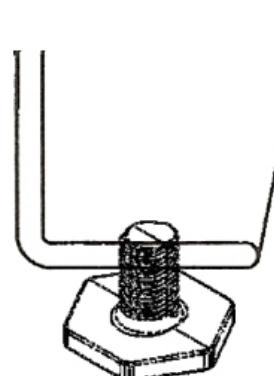

FIG. 3
3. Vissez manuellement les nivelleurs au bout des pattes, puis mettez la cuve à l'endroit et ajustez les nivelleurs au besoin (**Fig. 3**).
3. *Manually screw in the levelers at the ending of the legs, then put the laundry tub on its legs and, if need be, adjust the levelers accordingly (**Fig. 3**).*